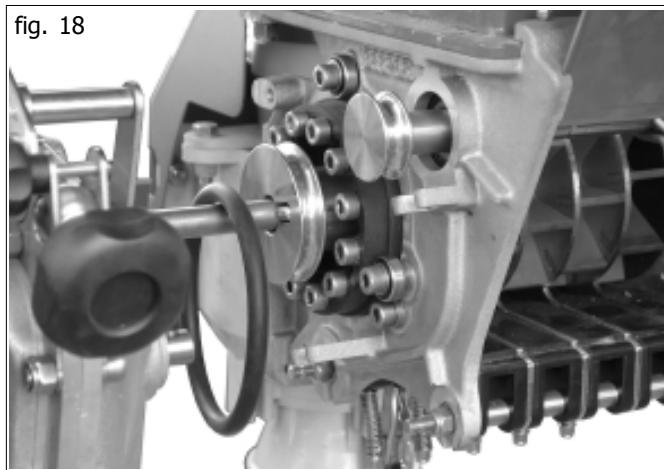

fig. 18
- Lasciare semplicemente la cinghia sull'albero di trasmissione (Fig. 18).